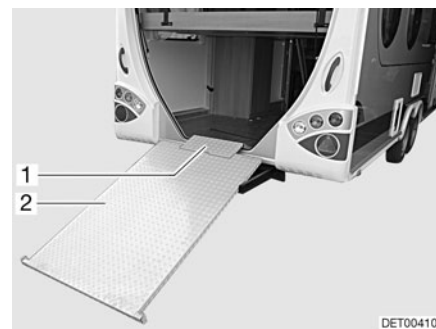

Fig. 7 Rampa de acceso (extraída)
- Depositar la rampa de acceso en el suelo (Fig. 7).
- Encajar la protección de los bordes (Fig. 7,1) en los dos alojamientos de la rampa de acceso (Fig. 7,2).